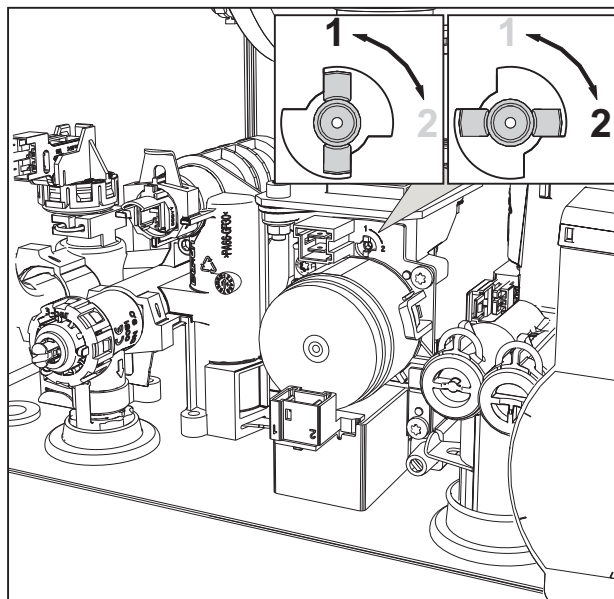

fig. 31
3. Gire el regulador (fig. 31) según la posición indicada en la tabla 8.